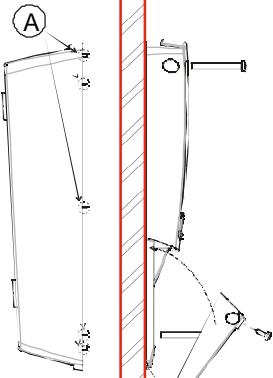

Рис. 6
- Срежьте с задней части контроллера Cool Mate выступы, показанные на Рис. 6, A.